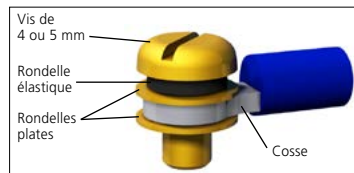

Fig. 5.5.1.
**⚠ AVERTISSEMENT:** Afin de garantir des raccordements électriques sécurisés, il est important que les rondelles soient utilisées comme indiqué à la figure 5.5.1. Dans le cas contraire, les raccordements pourraient se desserrer et les vis se détacher des cosses. Des rondelles élastiques doivent être utilisées. Le couple de serrage des vis ne doit pas dépasser 1,5 Nm (1,1 lbf.ft)